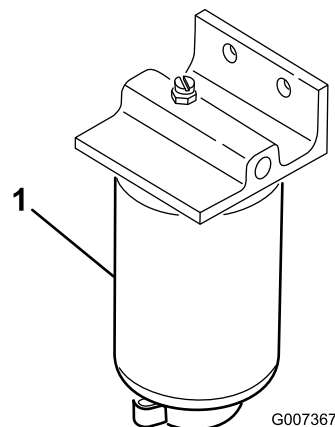

Figure 38
1. Placez un bac de vidange propre sous le filtre à carburant (Figure 38).
2. Nettoyez la surface de montage du filtre (Figure 38).